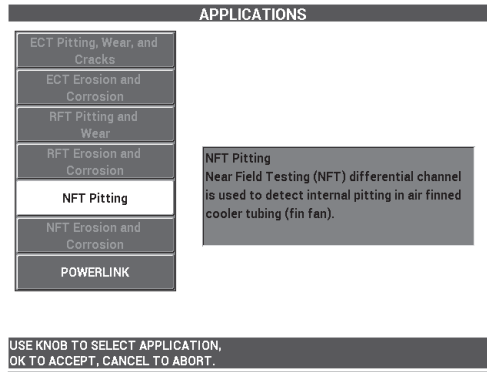

Figura 5-224 Aplicação de erosão para teste de campo próximo (NFT)
2. Selecione **CONTINUE** (pressione a tecla A) para abrir o menu de seleção de aplicação e, em seguida, use o botão para selecionar **NFT corrosão (NFT Pitting)** e, então, pressione ✓ para aceitar (veja Figura 5-224 na página 291).